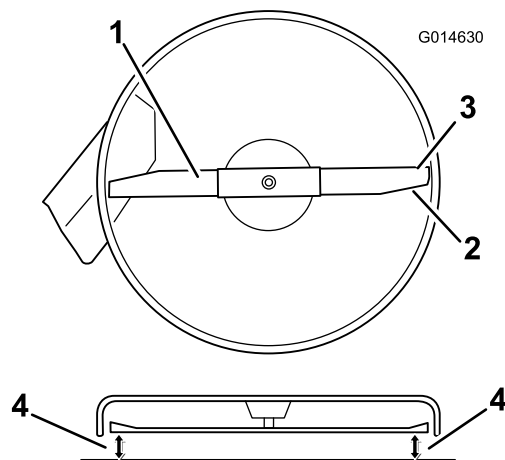
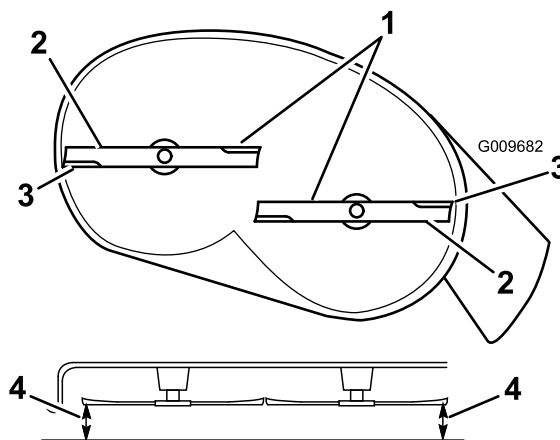

Figura 55
Figura 56
4. Gire cuidadosamente las cuchillas hasta que estén todas orientadas lateralmente (Figura 55 y Figura 56).
5. Mida entre los bordes de corte exteriores y la superficie plana (Figura 55 y Figura 56).